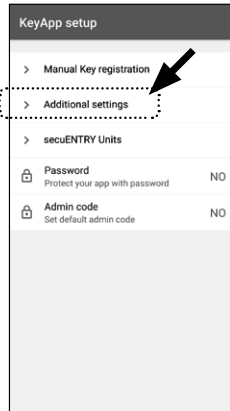

Abb. 76
- 4 Tippen Sie im Anschluss auf „Additional settings“ (Abb. 76).